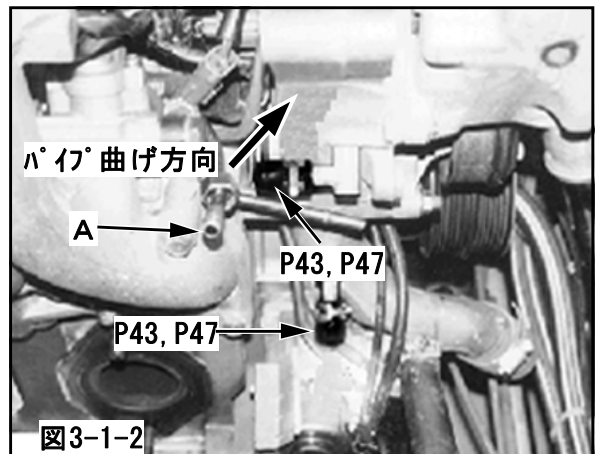

図3-1-2
- (1) 図3-1-2に示す部分にゴムキャップφ10, ホースクランプφ10で栓をしてください。(図3-1-2)
- (2) 図に示す矢印の向きにA部のパイプをターボチャージャAssyに干渉しないように曲げてください。(図3-1-2)